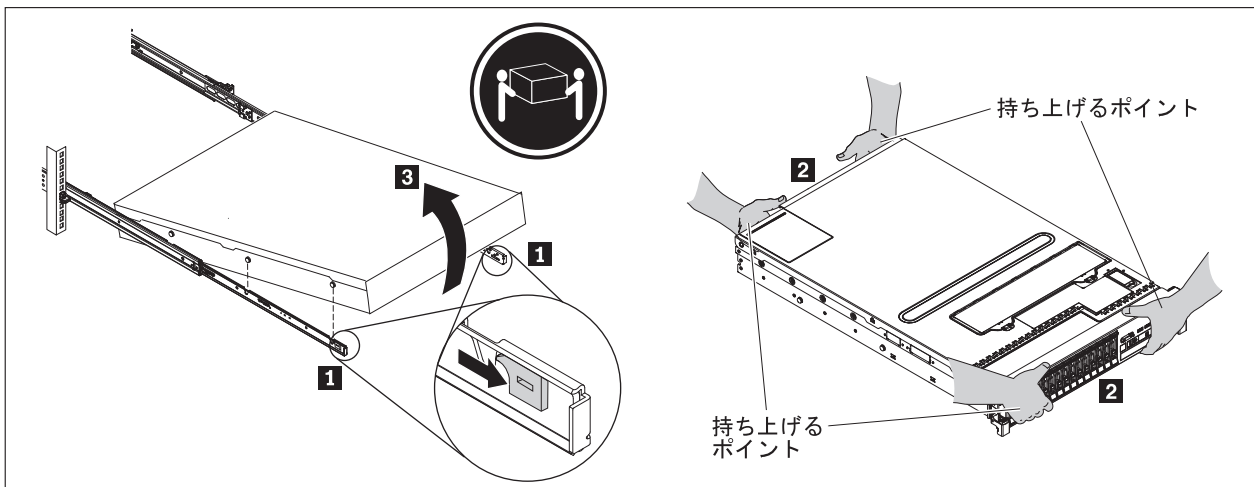

図 20. アプライアンス前部のラッチ解除と回転
注: 必ず 2 人でアプライアンスを持ち上げ、手の位置は 図 20 の **2** で示すようにしてください。
1. 図 20 で示すように、アプライアンス前部のラッチを解除して、回転させます。